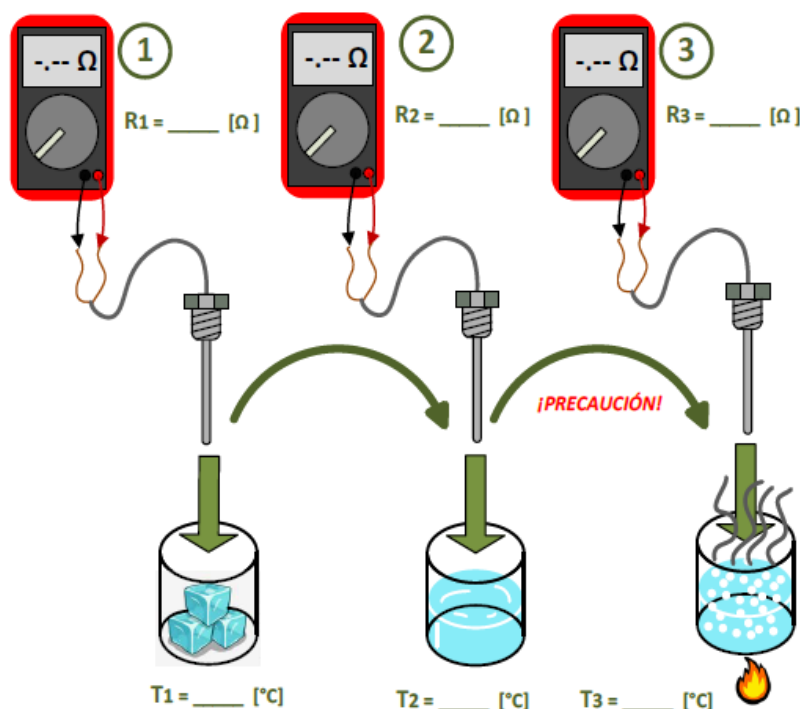

Figura 1. Bosquejo para la toma de datos experimentales del RTD
2.- Coloque el RTD en el recipiente con hielo (esta será la Temperatura T1), con el óhmetro de su multímetro mida el valor de resistencia en sus terminales, al menos 30 s después de haberlo introducido. Retire el RTD y espere al menos 30 s antes de colocarlo en el recipiente con agua templada (esta será la temperatura T2), mida el valor de resistencia en el RTD. A continuación, con mucho cuidado coloque el RTD dentro del recipiente con agua a punto de ebullición (esta será la temperatura T3), mida el valor de resistencia en sus terminales. Tendrá su primer conjunto de datos. Este procedimiento se muestra en la figura 1.